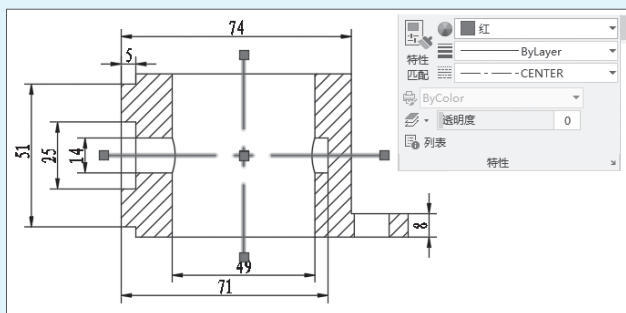

图 2-83
- 步骤 03** 选择零件图中心线，将其应用以上设置的特性，如图2-83所示。